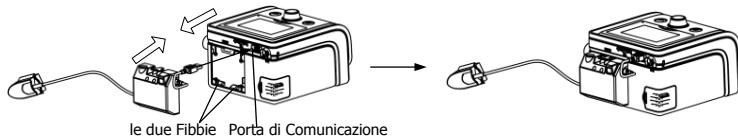

Fig. 11-12
(3) Puntare le **due Fibbie** sul retro dell'adattatore del Kit SpO2 in direzione delle due fibbie del piatto base e spingere finché le due unità non scattano in sede. Inserire il connettore del Kit SpO2 nella **Porta di Comunicazione** del dispositivo principale come mostrato nella Fig. 11-12.